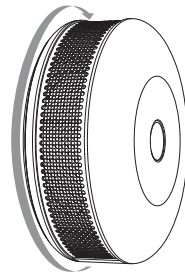

Fig. 7
7. Tournez l'appareil dans le sens des aiguilles d'une montre pour le fermer (Fig. 7).